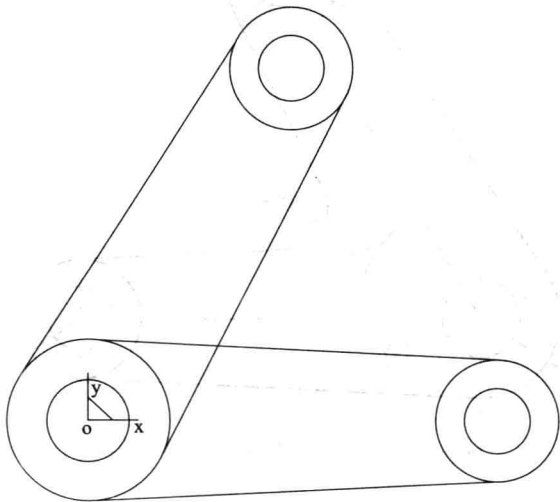

图 1.8 旋转复制图形
(3) 单击“旋转”图标→拷贝→输入拷贝份数 1→输入角度值 60，捕捉 R20 圆原点为旋转中心点，选择旋转图形，右击结束，完成结果如图 1.8 所示。